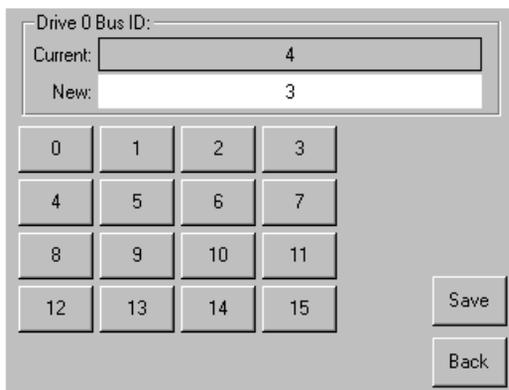

Figura 20: Pantalla Drive 0 bus ID (ID de bus de la unidad 0)
- a. Active la casilla que se encuentra al lado del texto “Drive 0 Bus ID:” (ID de Bus de la Unidad 0). La pantalla resultante (consulte la Figura 20) mostrará el ID de Bus de la Unidad 0 actual, junto con el nuevo valor solicitado.